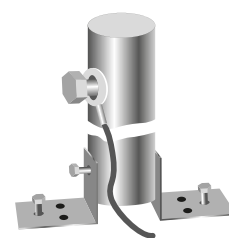

Рисунок 12
- 16** Используя нижние стопорные болты, заземлите конструкцию. Рис. 12.